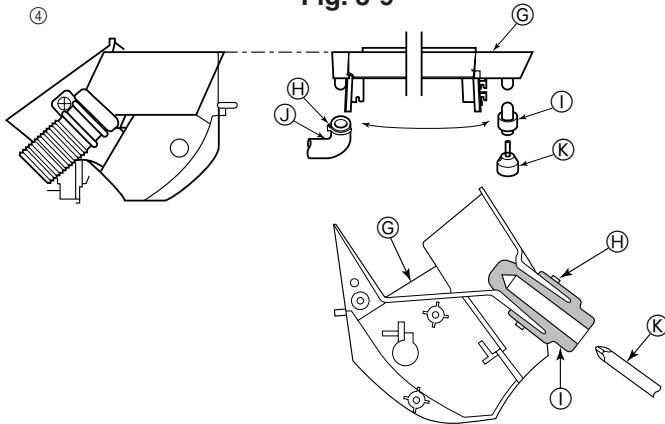

Fig. 3-10
④ Drenaj hortumu iki ayrı konumda bağlanabilir. En uygun konumu kullanınız ve gerekirse drenaj kuveti, lastik tapa ve drenaj hortumunun yerlerini değiştiriniz. (Fig. 3-10)